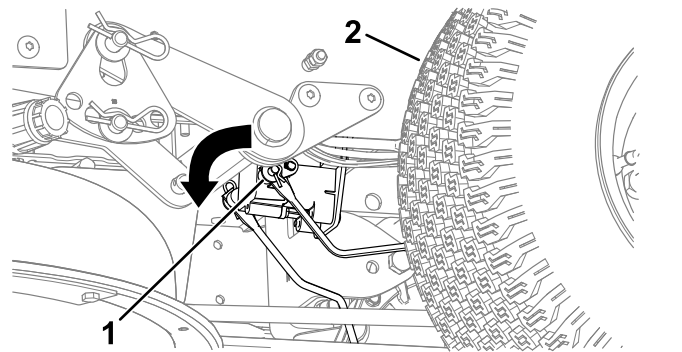

Figure 47
3. Localisez l'arbre sur le frein électrique au point de connexion des bras de liaison (Figure 47).
4. Tournez l'arbre pour desserrer le frein (Figure 47).